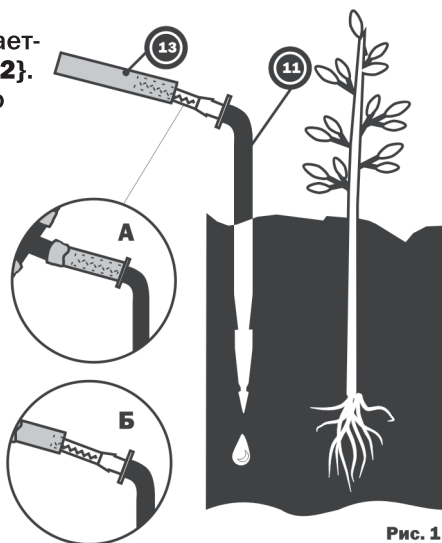

Рис. 1
*** - конструкция гребенки капельницы позволяет дозировать (в небольших пределах) количество воды, подаваемое на конкретное растение. Натянув шланг до конца гребенки капельницы (см. рис. 1, поз. А), вы уменьшаете подачу воды. Надев шланг только на начало гребенки (рис.1, поз. Б) - вы увеличиваете подачу.
Монтируя систему, рекомендуем натягивать шланг на гребенку капельницы полностью (как на рис. 1, поз.А).